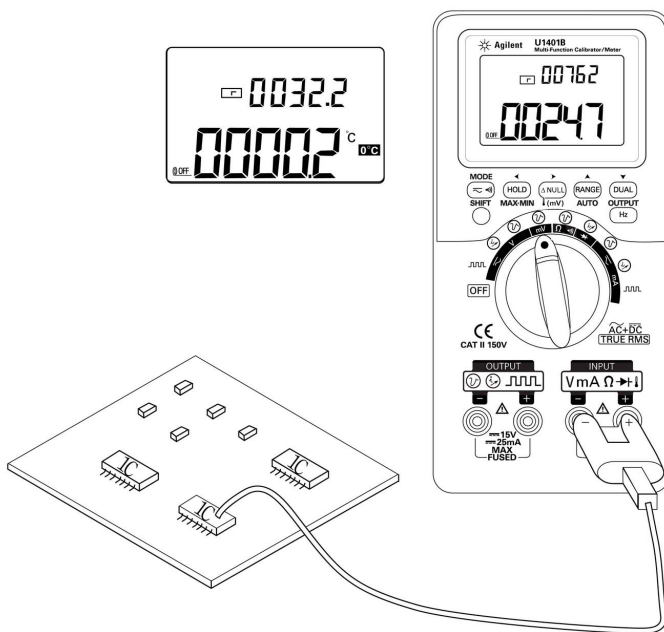

图 3-4 表面温度测量
- 4 将热电偶适配器（已连接热电偶探头）插入正极和负极输入端子（第 53 页上的图 3-4）。